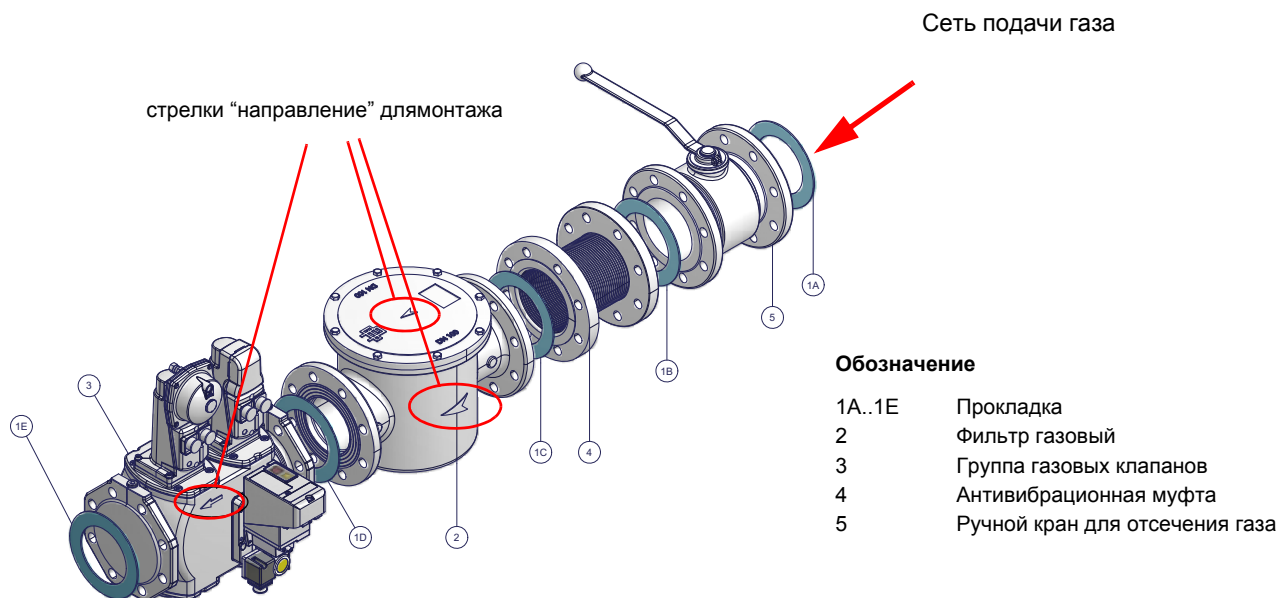

Рис. 4 - Пример газовой раампы
- 1 - б) при фланцевых соединениях: между соседними компонентами устанавливать прокладку (1A..1E - Рис. 4), совместимую с используемым газом,
ВНИМАНИЕ: после монтажа газовой ramпы согласно схеме на Рис. 4, необходимо провести тестирование на герметичность газового контура, согласно требований действующих нормативов.